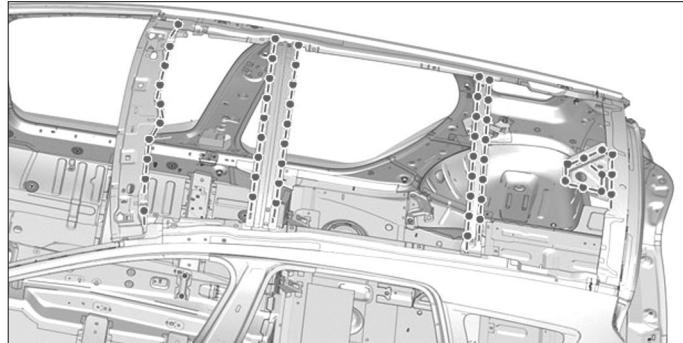

FIG. 134
- Appliquer une colle de calage indice A2 (Fig.134).